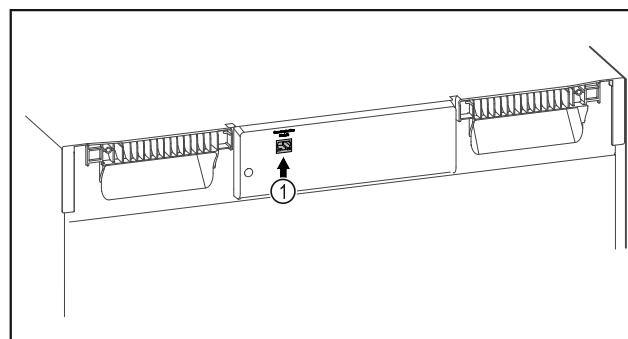

Fig. 101
SmartModule Fig. 101 (1) ist eingesetzt.